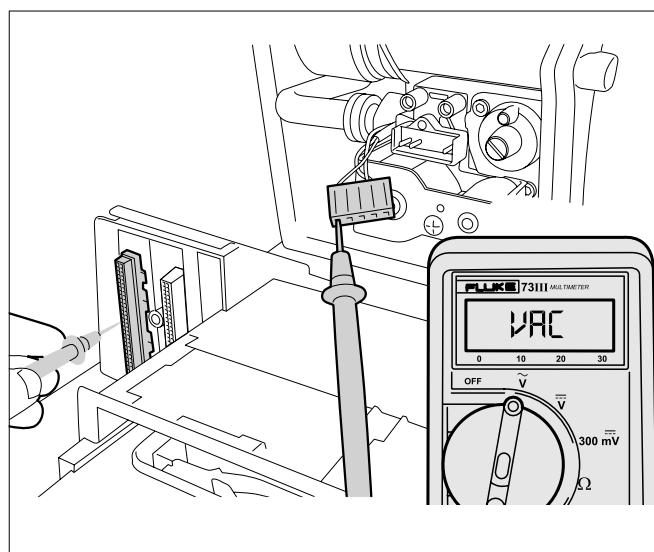
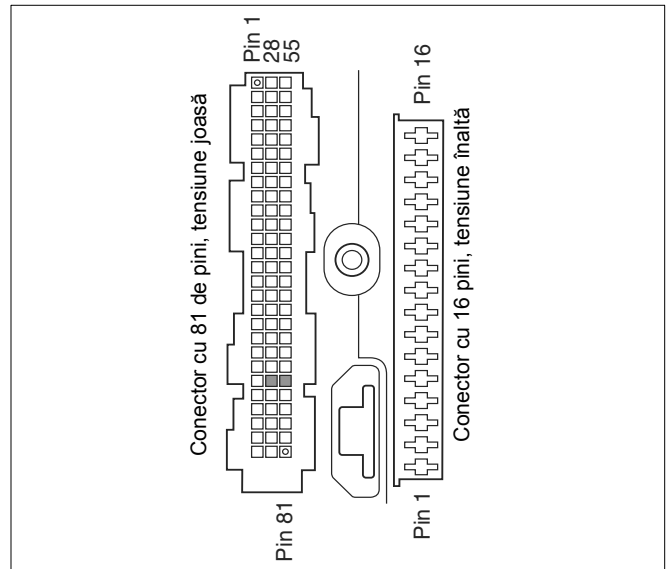

Fig. 43 Măsurarea cablului între robinetul de gaz și piciorul de montare a UBA3
Fig. 44 Picior de montare a UBA3
- Măsurăți rezistența cablajului între fișa robinetului de gaz și piciorul de montare UBA3 (vezi Fig. 43, Fig. 44 și schema de conexiuni electrice, Fig. 143 de la pagina 150).